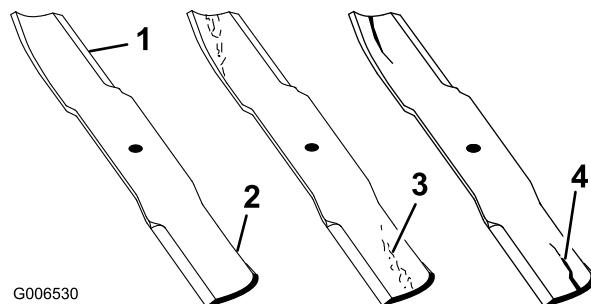

Figure 52
1. Examinez le tranchant des lames (Figure 52). Si les lames sont émoussées ou présentent des indentations, déposez-les et affûtez-les. Voir Affûtage des lames.
2. Inspectez les lames, surtout la partie relevée (Figure 52). Remplacez immédiatement toute lame endommagée, usée ou qui présente une entaille (Figure 52).